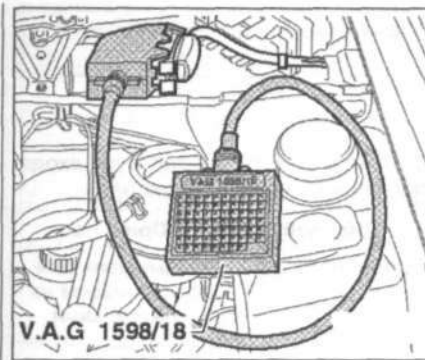

Рис. 3.34. Присоедините тестер V.A.G 1598/18 к жгуту проводов блока управления двигателем.
2. Присоедините тестер V.A.G 1598/18 к жгуту проводов блока управления двигателем (рис. 3.34).
5. В случае достижения заданного значения присоедините тестер V.A.G 1598/30 к жгуту проводов блока управления двигателем. Проверьте провода между тестером и 4-контактным разъемом на прерывание цепи: контакт 1 + гнездо 17, контакт 3 + гнездо 42 (рис. 3.34). **Заданное значение:** макс. 1.5 Ом.
- проверьте провод между тестером и разъемом на разрыв цепи: гнездо 43 тестера и контакт 2 четырехконтактного разъема проводки (рис. 3.34). **Заданное значение:** макс. 1.5 Ом.